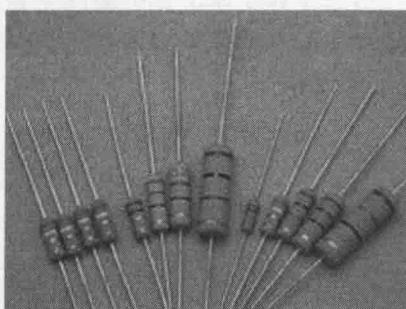

图 1-4 金属氧化膜电阻
(3) 金属氧化膜电阻,常用符号 RY 作为标志,是以特种金属或合金作为电阻材料,用真空蒸发或溅射的方法,在陶瓷或玻璃上基本形成氧化的电阻膜层的电阻器(图 1-4)。某些仪器或装置需要长期在高温的环境下操作,使用一般的电阻不能保持其安定性。在这种情况下可使用金属氧化膜电阻,并在金属氧化薄膜车上螺旋纹做出不同阻值,然后于外层喷涂不燃性涂料,其性能与金属膜电阻器类似,但电阻值范围窄。它能够在高温下仍保持其安定性,其典型的特点是金属氧化膜与陶瓷基体结合得更牢、电阻皮膜负载之电力亦较高、耐酸碱能力强、抗盐雾、因而适用于在恶劣的环境下工作。它还兼备低噪声、稳定、高频特性好的优点。